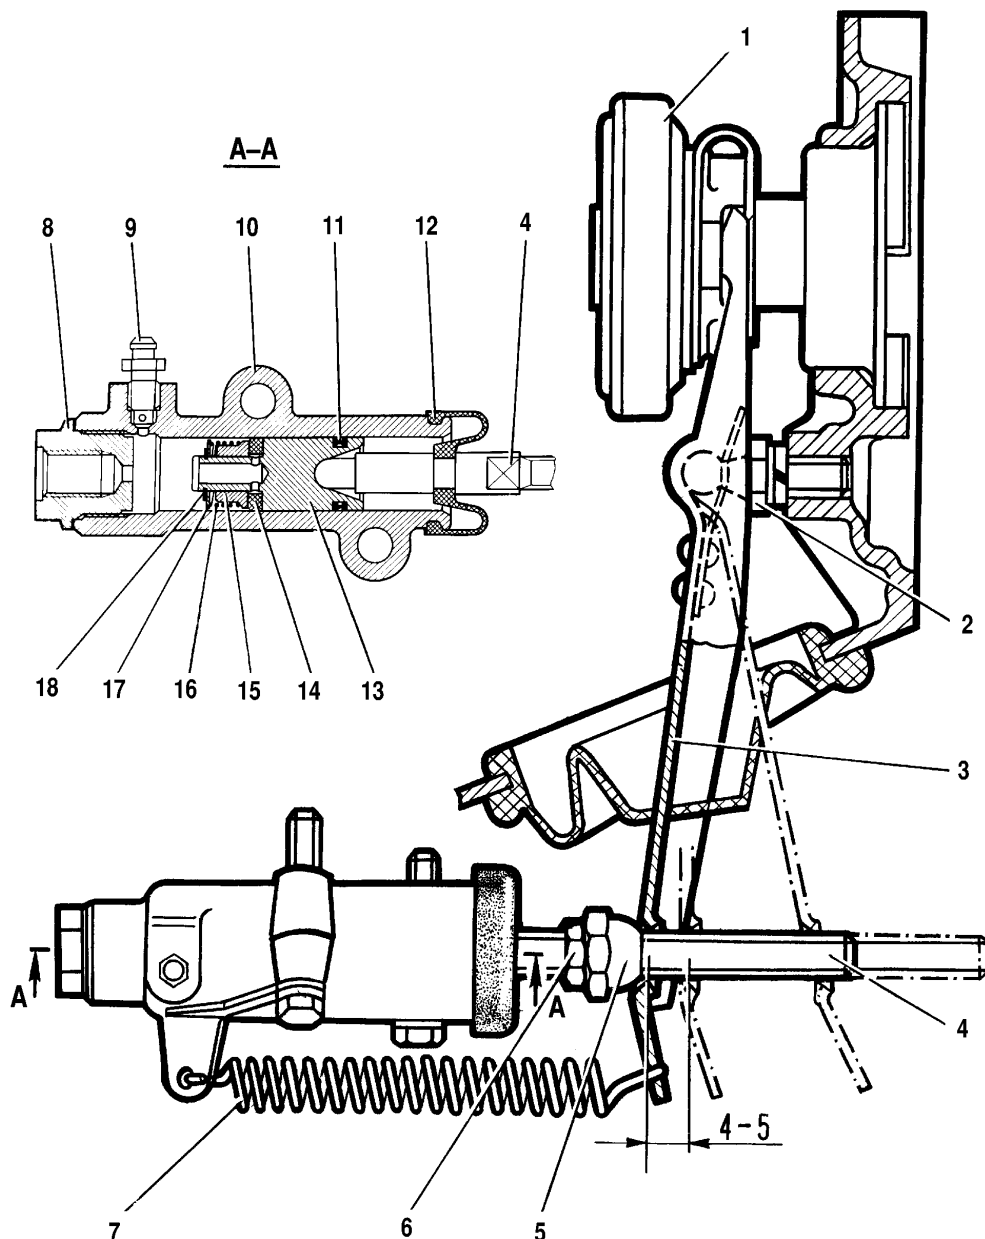

Bild 3-3. Arbeitszylinder und Kupplungsausrückgabel:
- Der Leerweg des Stößels der Kupplungsausrückgabel gleich 4-5 mm mit Mutter 5 (Bild 3-3) geregelt, diese wird mit Gegenmutter 6 arretiert. Die Größe des Leerwegs des Stößels wird mit einer speziellen Schablone kontrolliert.
- Auf den Stutzenkopf 9 (siehe Bild 3-3) des Arbeitszylinders den Schlauch aufziehen und dessen unteres Ende in das Gefäß mit 30-50 g Flüssigkeit für den Hydraulikantrieb tauchen,
Vor allen Dingen die Betriebsflüssigkeit ablassen. Dazu ein Ende des Schlauchs auf den Entlüftungsstutzen 9 (siehe Bild 3-3) des Arbeitszylinders aufziehen und anderes Ende in ein reines Gefäß tauchen;